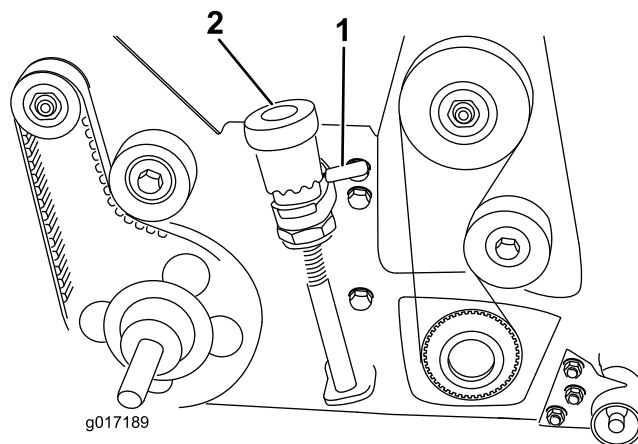
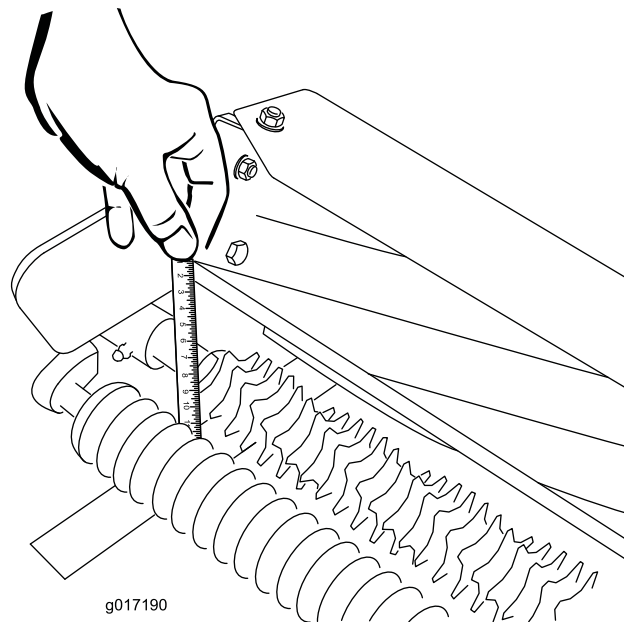

Figura 13
Figura 14
- Utilice las palancas de elevación rápida (en ambos lados) para bajar el molinete acondicionador a la posición de acondicionado (Figura 13).
- En un extremo del eje del acondicionador, mida la distancia desde la punta más baja de una de las cuchillas del acondicionador hasta la superficie de trabajo (Figura 14). Eleve y gire el pomo de microajuste (Figura 13) para elevar o bajar las puntas de las cuchillas. Cada muesca del pomo de microajuste equivale aproximadamente a una profundidad de 0,17 mm.
Importante: Antes de transportar la máquina, no olvide elevar el molinete acondicionador a su posición de transporte (elevada). Para elevar el molinete acondicionador, gire hacia atrás las palancas de elevación rápida en ambos lados de la máquina (Figura 13). Para bajar el molinete acondicionador, gire hacia adelante las palancas de elevación rápida.